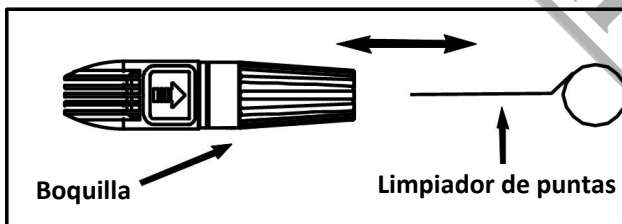

Figura 5: Introduzca el limpiador de boquillas en el orificio de la boquilla y muévalo hacia adelante y hacia atrás hasta que se desprendan los residuos
- Utilizando el limpiador de boquillas incluido o un clip desplegado, introduzca el alambre en el orificio de la boquilla y muévalo hacia adelante y hacia atrás hasta que se desprendan los residuos. (Véase la figura 5.)